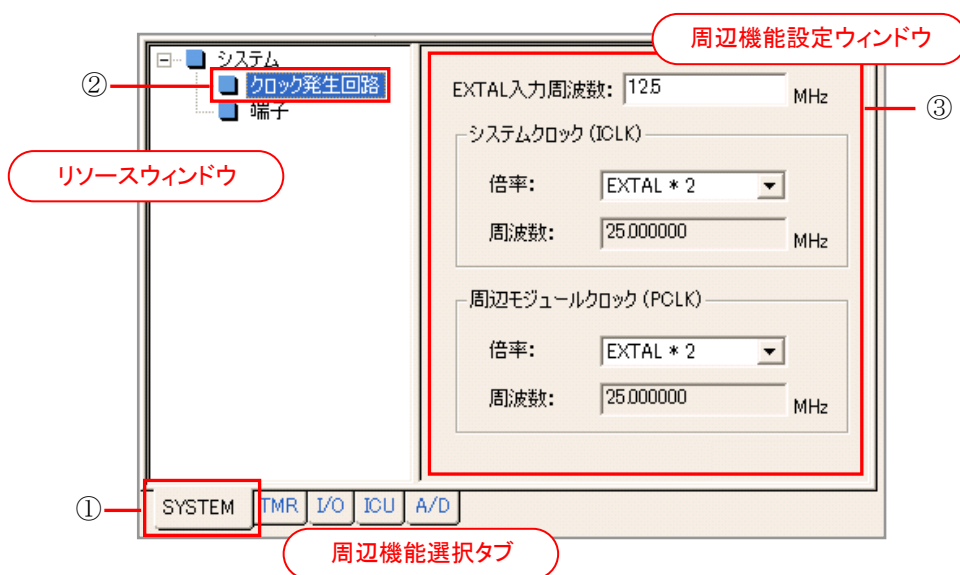

図3.13 周辺機能設定の操作手順
1. 周辺機能選択タブで設定する周辺機能を選択してください。選択したタブに応じてリソースウィンドウが切り替わります。(図3.13 ①)
2. リソースウィンドウで設定するリソースを選択してください。選択したリソースに応じて周辺機能設定ウィンドウが切り替わります。(図3.13 ②)
3. 周辺機能設定ウィンドウで、周辺機能を設定してください。(図3.13 ③)